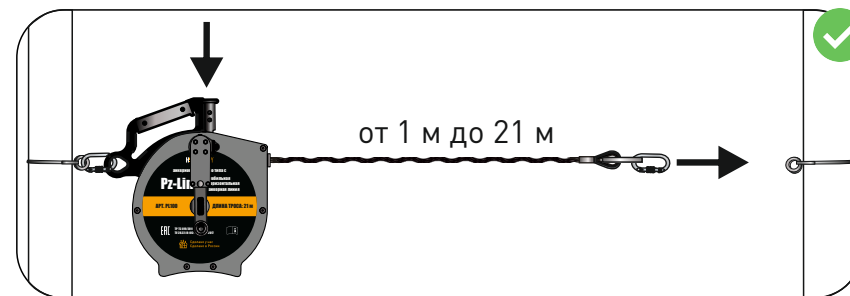

рис. 8
- Нажмите кнопку на верхней части корпуса и удерживайте ее нажатой для спуска троса (рис. 8). Натягивайте трос, пока не будет достигнута нужная длина. Убедитесь в том, что ручка натяжения троса находится в